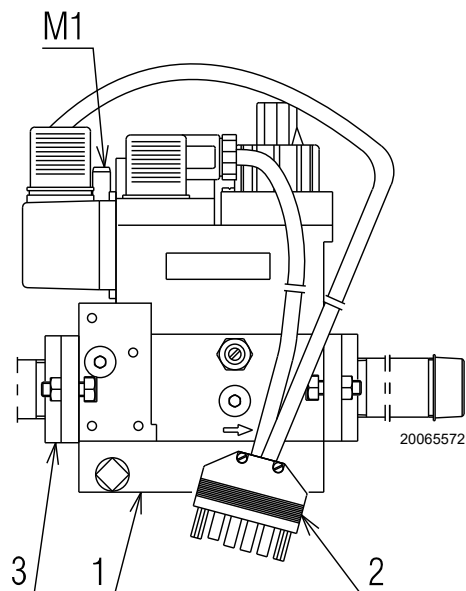

Fig. 15
La rampe de gaz 1)(Fig. 15) est prévue pour être installée tant à droite qu'à gauche du brûleur.
- dévisser les vis de la fiche 6 pôles 2)(Fig. 15) de la rampe gaz;